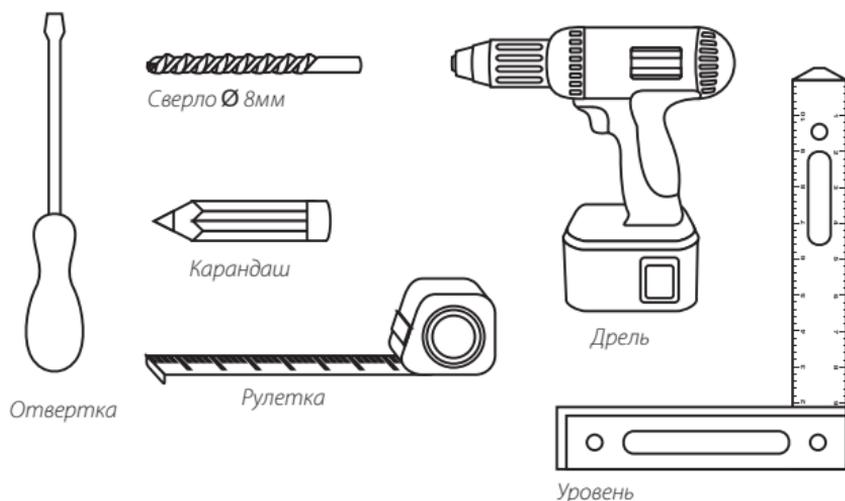

Рисунок 5
1. Подготовьте необходимый инструмент для монтажа полотенцесушителя (Рисунок 5).